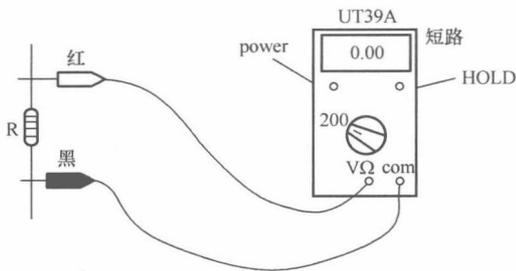

图 1-7 数字表测电阻
(1) 测量时，将转换旋钮开关旋至表盘标有“ $\Omega$ ”字样量程位置。
(2) 将表盘上的黄色按钮“POWER 电源开关”按下，显示屏显示“1”。
(3) 接通电源后，可根据所测电阻器的阻值大小选择挡位。测量  $200\Omega$  以下电阻器可选“ $200\Omega$ ”挡位， $200 \sim 1999\Omega$  电阻器可选“ $2k\Omega$ ”挡， $2 \sim 19.99k\Omega$  电阻器可选“ $20k\Omega$ ”挡， $20 \sim 199.9k\Omega$  电阻器可选“ $200k\Omega$ ”挡， $200 \sim 1999k\Omega$  电阻器可选“ $2M\Omega$ ”挡， $2 \sim 19.99M\Omega$  电阻器可选“ $20M\Omega$ ”挡， $20 \sim 199.9M\Omega$  电阻器可选“ $200M\Omega$ ”挡。 $200M\Omega$  以上电阻器因超出最高量程而无法测量（UT39A 型）。
(4) 选择好量程后，可将万用表两表笔分别接触电阻器的两只引脚，在表显示屏上可显示电阻器的实际阻值。
(5) 测量电阻值时，待显示屏上的数值无变动时，可按下蓝色“HOLD”按钮将显示数值固定，然后再将表笔移开电阻器引脚，这样所测量的数值仍然保持在显示屏上。若需消除此数值，可再按一下“HOLD”按钮即可将数值消除。
(6) 电阻测量。数字式万用表两表笔分别任一接触待测电阻器的两金属引脚，LCD 显示屏显示出被测电阻的阻值。如果显示屏显示“0.00”，表示该电阻器短路；如果显示屏显示“1.”，表示该电阻器被击穿断路；如果显示屏阻值比该电阻器标称阻值要小许多，或比标称阻值要大许多，都表明被测电阻器已经变质减值或增值，这样的电阻器都为损坏，不能再使用，测量如图 1-7 所示。图中测的电阻器 R 的阻值为  $0\Omega$ ，即该电阻器被短路损坏。从显示屏上显示出的数值，就为被测电阻器的实际阻值，不需像指针万用表那样乘上倍率数。